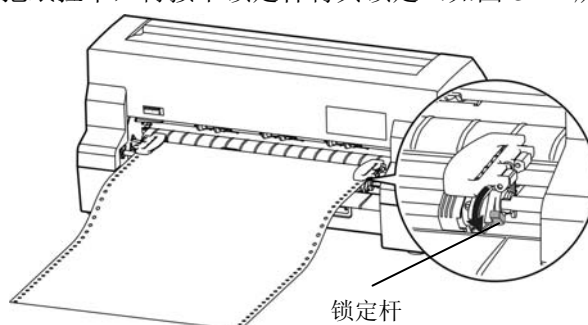

图 3-14 锁定拖纸器右链轮位置
9. 移动拖纸器右链轮把纸拉平，再按下锁定杆将其锁定（如图 3-14 所示）。